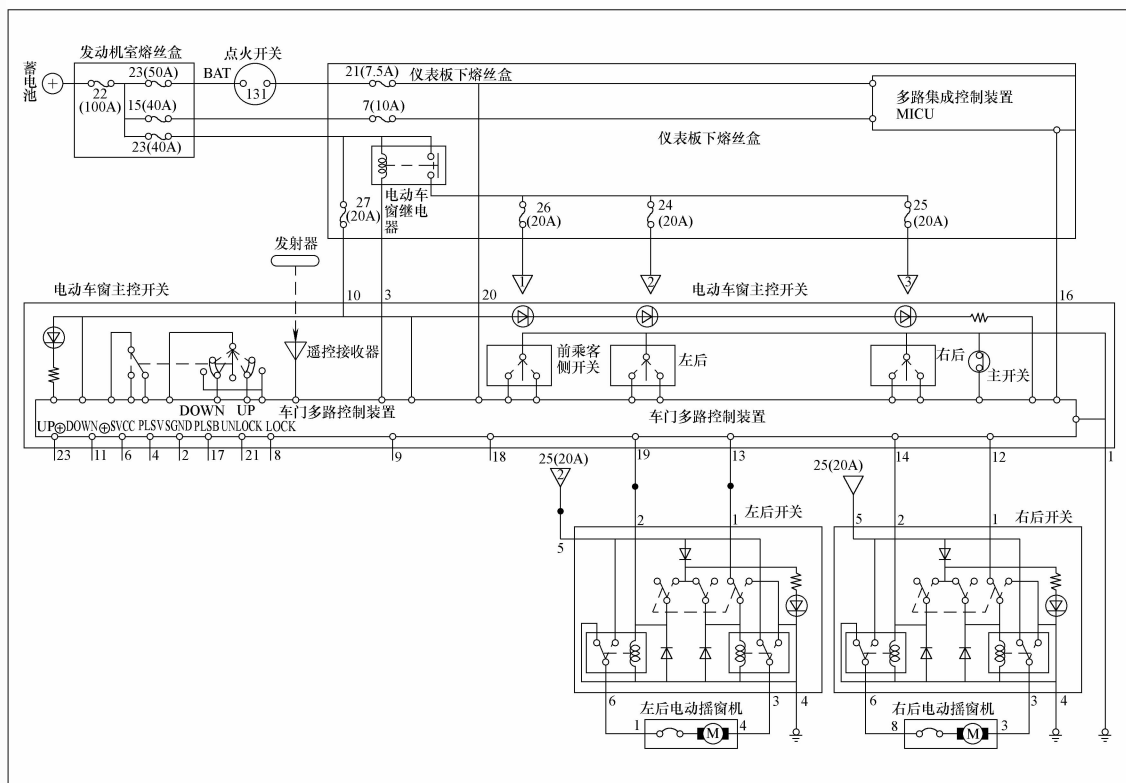

图 4-50 电动车窗电路图
本田雅阁轿车电动车窗主控开关中装有车门多路控制装置（图 4-50），电动车窗主控开关通过多路控制装置控制 4 个车门的电动摇窗机。
① 各车窗单独控制开关电路。结合电路图分析, 该线路是从主控开关内部到外部搭铁的。如图 4-50 所示, 其余 3 门开关的中间接线通过导线连接在一起, 并连接主开关, 然后通过主控开关的 1 号脚外部搭铁。这 3 门开关构造相同, 只有 3 个触点、一条搭铁、一条上升信号线、一条下降信号线, 各开关通过控制这两条信号线与搭铁的导通给车门多路控制装置一个请求信号, 车门多路控制装置通过控制线输出一个控制电源到相应的车门开关内的继电器。
② 车窗控制开关电路。车窗控制开关也是通过这条线与搭铁的通断给车门多路控制装置一个接通电动车窗继电器的请求信号。由于断路造成车门多路控制装置接收不到主开关的通断请求信号, 而不会控制电动摇窗机继电器搭铁工作, 致使其余 3 门得不到继电器提供的工作电源, 导致操作各开关均不能正常工作。
(3) 故障排除 车门主控开关存在故障, 必须更换带车门多路控制装置的电动车窗主控开关总成。